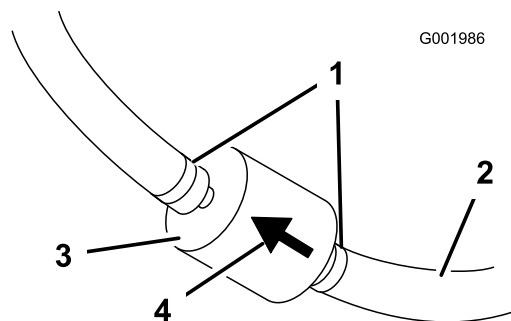

Figure 54
- Pincez les extrémités des colliers et faites glisser ceux-ci pour les éloigner du filtre (Figure 54).